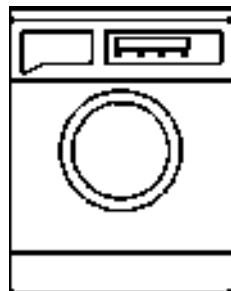

图 17.6.17 阵列圆
Step11. 阵列圆。选择下拉菜单 **修改(M)** → **阵列(A)** → **矩形阵列** 命令，选取上步创建的圆为要阵列的元素，按 Enter 键，系统弹出“阵列创建”选项卡，在 **列** 区域的 **列数** 文本框中输入值 4，在 **介于** 文本框中输入值 100，在 **行** 区域的 **行数** 文本框中输入值 1，单击 **确定** 按钮，完成阵列的创建，如图 17.6.17 所示。